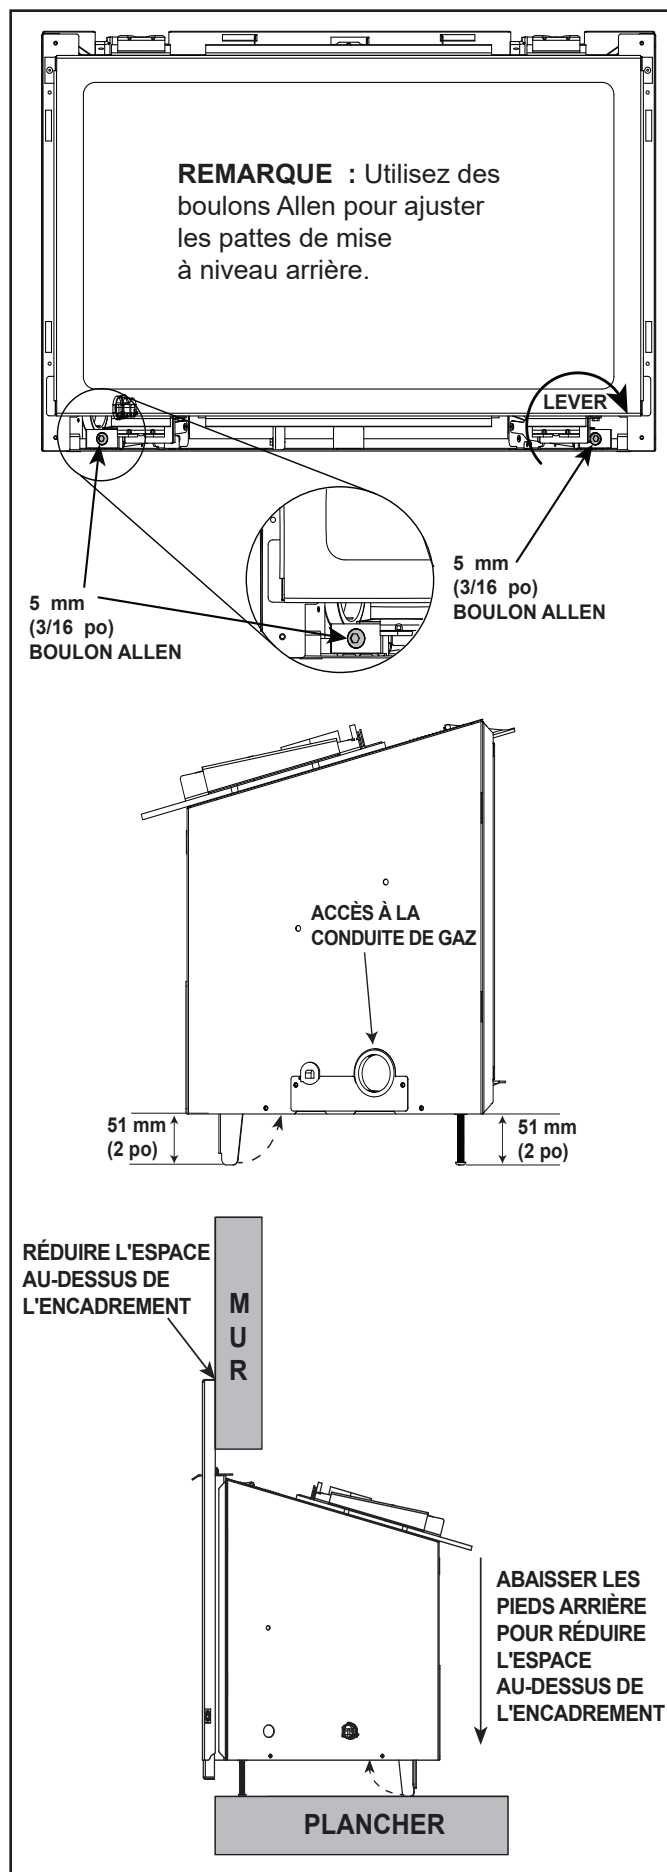

Figure 5.7 Détails sur les pieds de mise à niveau
- Installez l'arrivée du gaz dans le trou du côté. Voir la figure 5.7.